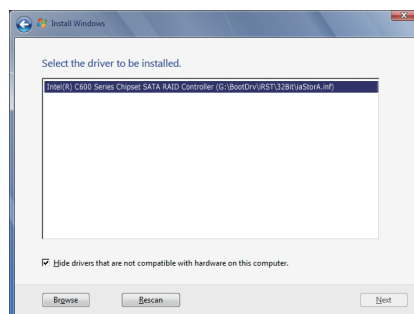
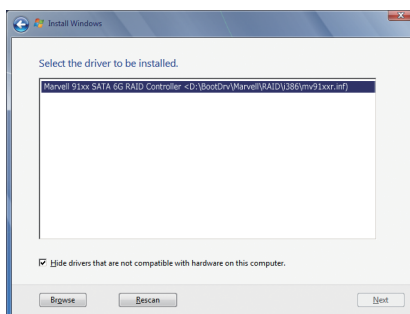

図 1
図 2
Intel X79の場合、**Intel(R) C600 Series Chipset SATA RAID Controller** (図 1)を選択します。Marvell 88SE9172の場合、**Marvell 91xx SATA 6G RAID Controller** (図 2)を選択します。**Next** をクリックしてドライバをロードし、OSのインストールを続行します。